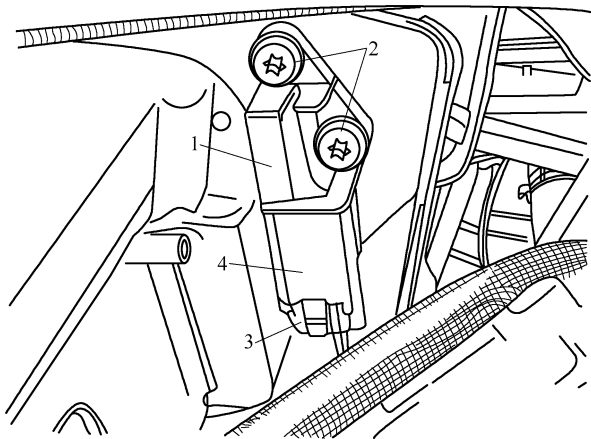

图 6-2-31 取下前部安全气囊碰撞传感器
- (1) 打开点火开关。
- (2) 断开蓄电池接地线,并保持点火开关打开。
(3) 打开发动机室盖,将驾驶员前部安全气囊碰撞传感器的导线束推到一侧,拆下前乘客前部安全气囊碰撞传感器的空气导管。
(4) 如图 6-2-31 所示,沿碰撞传感器方向按下插接器 4 的部件 3(棕色),并脱开插接器。从碰撞传感器 1 上拔出插接器 4(黄色),旋出螺栓 2(2 个),取下前部安全气囊碰撞传感器 1。